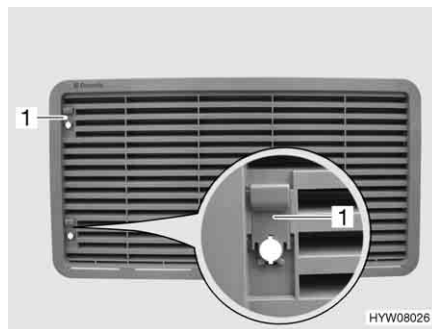

Bild 120 Kühlschrank-Lüftungsgitter
- Schieber (Bild 120,1) nach oben schieben.